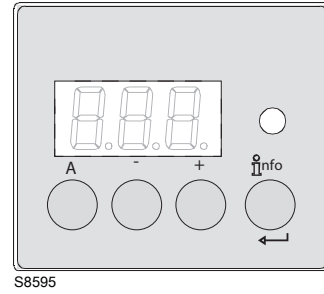

图 11
- 放置程序模块（图 11）的位置是一个连接区域，因此当模块未放置到位时，要防止意外接触该位置。